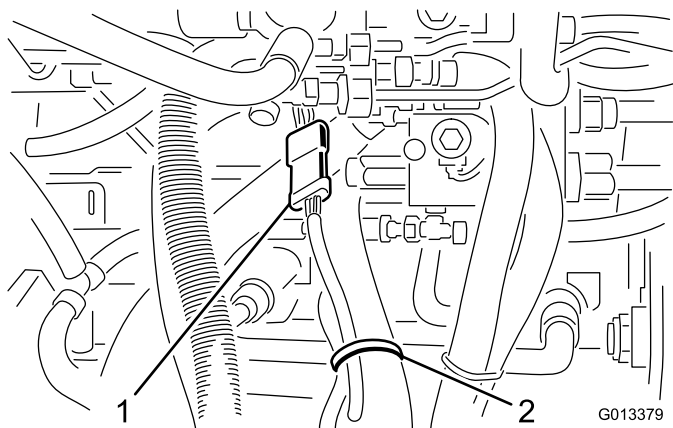

Figura 4
5. Localice el arnés de cables de la unidad de corte y desconéctelo del arnés de cables de la unidad de tracción (Figura 4). Asimismo, retire los sujetacables, si los hay, que sujetan el arnés de cables de la unidad de corte a cualquier componente de la unidad de tracción.